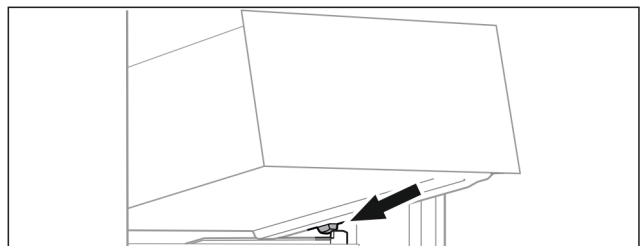

Fig. 167
- ▶ Applicare il cassetto inclinandolo dietro i fermi sulla nervatura del contenitore. (vedere Fig. 167)